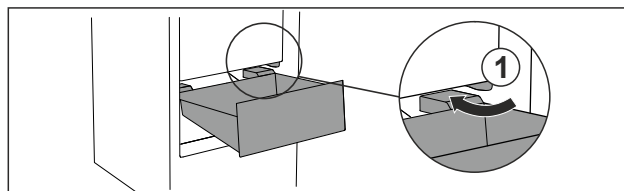

Fig. 93
- Zásuvku ved'te šikmo podél zářezek Fig. 93 (1).